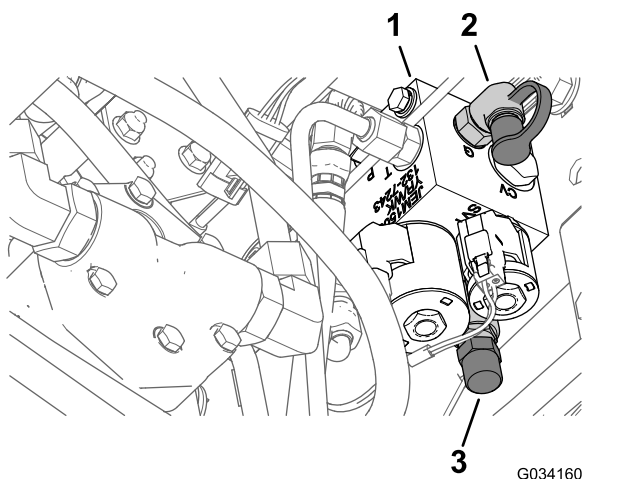

Figura 14
3. Ligue o indicador de pressão à porta de teste, atrás do manípulo de elevação (Figura 14).
4. Na parte da frente do manípulo de elevação, retire a tampa da bobina de transferência de peso (Figura 14).
5. Desaperte a porca de bloqueio na parte inferior da bobina de transferência de peso (Figura 14).